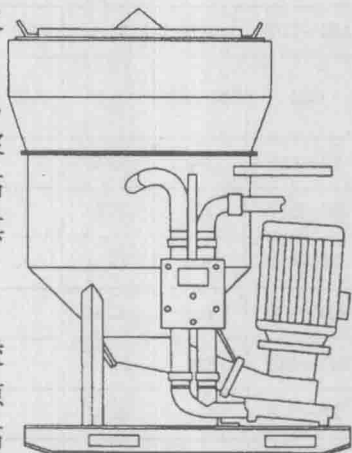

图 7-2-3 高速制浆机构造示意图
高速制浆机(见图 7-2-3)又称高速搅拌机、高速胶体拌和机、高速旋流式搅拌机,这种搅拌机采用离心泵原理制浆,浆液由桶底出口被叶轮吸入搅拌室内,借叶轮高速(一般为 1200r/min 以上)旋转产生强烈的剪切作用,将水泥充分分散、水化,而后经由回浆管返回浆桶。当浆液返回浆桶时,以切线方向流入桶内,在桶内产生涡流,这样往复循环,使浆液搅拌均匀。待水泥浆搅拌好后,关闭回浆阀,开启排浆阀,将浆液送入储浆搅拌桶内。高速制浆机主要由搅拌罐、高速泥浆泵、电机、管路和阀门等组成,其特点是:①制浆速度快;②浆液搅拌均匀;③浆液搅拌时间短。部分国产高速制浆机的主要技术参数见表 7-2-14。